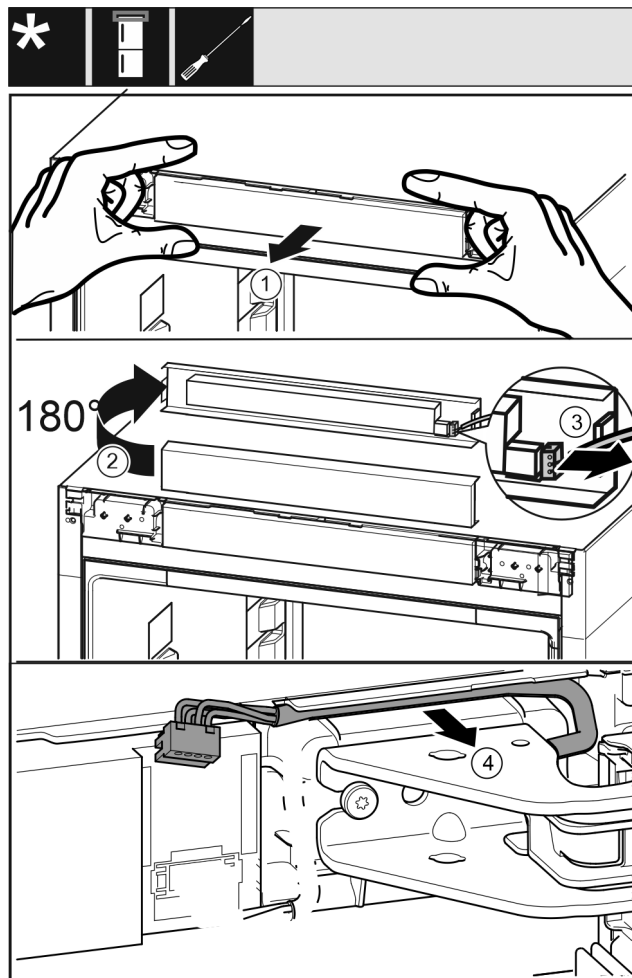

Fig. 19
- ▶ Lossa försiktigt skåpets manöverpanel genom att dra det framåt. Fig. 19 (1)
- ▶ Vrid manöverpanelen 180° uppåt. Fig. 19 (2)
- ▶ Tryck spärrklacken bakåt och ta försiktigt ut stickkontakten. Fig. 19 (3)
- ▶ Lossa kabeln försiktigt ur kabelhållaren via lagerbocken. Fig. 19 (4)